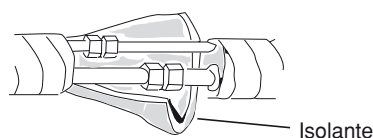

Fig. 37
- (4) Collegare la tubazione refrigerante all'Unità Esterna. (Eseguire un test di perdita sulle parti collegate, prima di isolare la tubazione. (Fig. 37))
- (5) Assemblare la tubazione refrigerante, il tubo scarico condensa ed il cavo elettrico come mostra la Fig. 37.